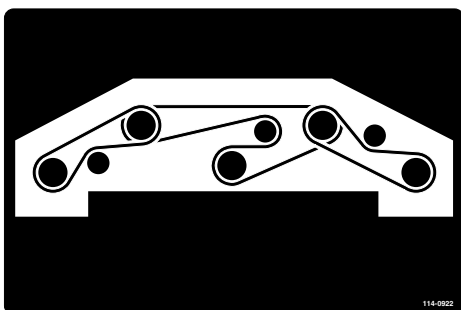

Bild 84
- Verlegen Sie den neuen Riemen um die Spindelscheiben und die Spannscheiben, siehe Bild 84.